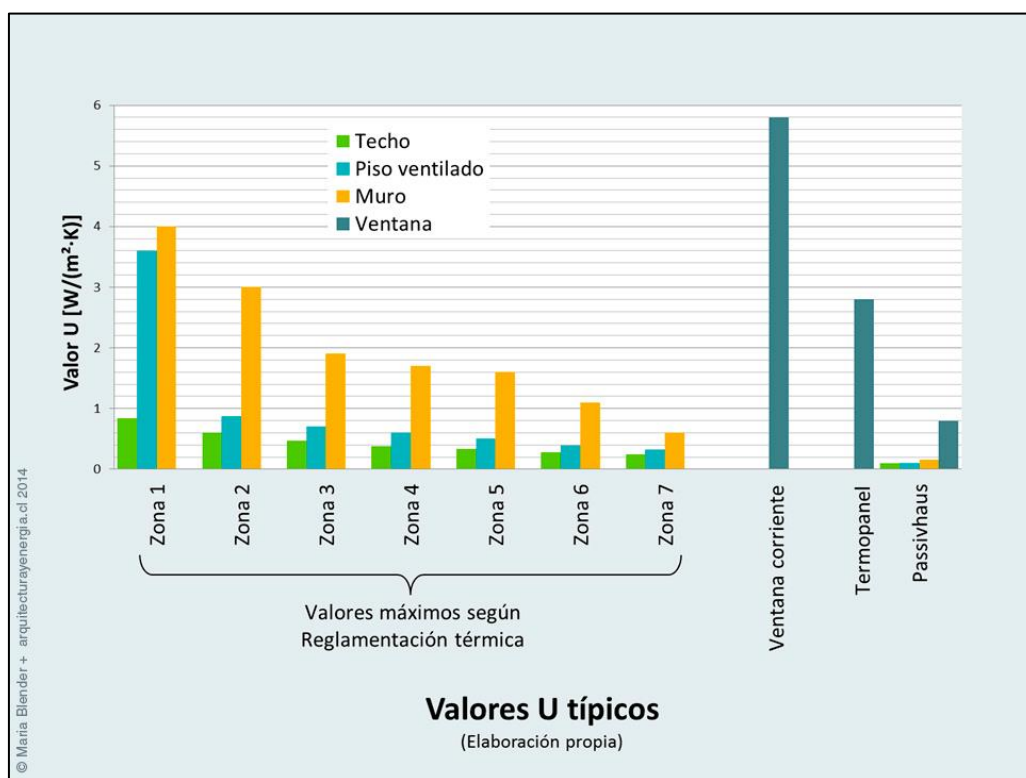

Figura 2.3 Valores típicos de U de la envolvente de vivienda [Blender, 2014]
En la Figura 2.3. se muestran valores máximos de U para los materiales típicos de la envolvente de un edificio según la reglamentación chilena acuerdo a la norma NCh 853-2007 (Blender, 2014). En la Normativa Ecuatoriana se presenta en la Tabla 2.4. los siguientes valores para la resistividad (R) y transmitancia térmica (U) para la zona climática 1.